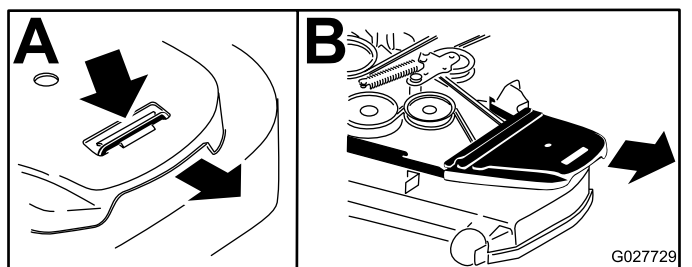

Bild 59
4. Entfernen Sie die Riemenabdeckungen (Bild 59).